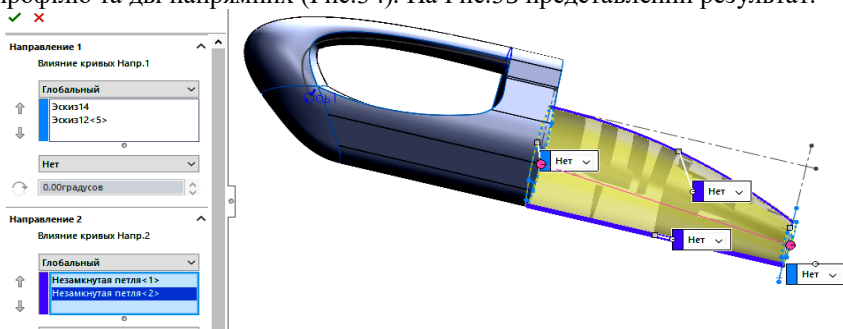
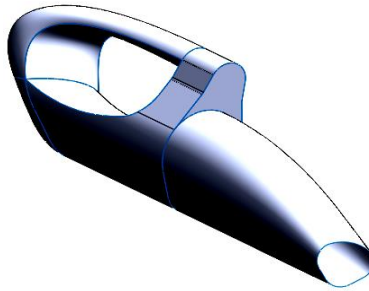

Рис.34. Створення поверхні за допомогою інструменту *Поверхня границі*
Рис. 35. Результат операції *Поверхня границі*
18. Виконуємо операцію *Поверхня границі*, вказуючи у вікні два профілю та дві напрямних (Рис.34). На Рис.35 представлений результат.